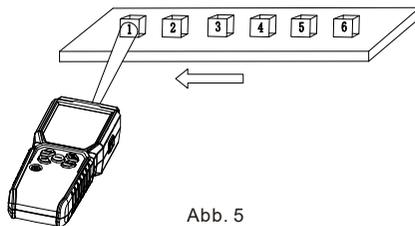

Abb. 5
2. Berührungslos---REV-Messung (Abb. 5)